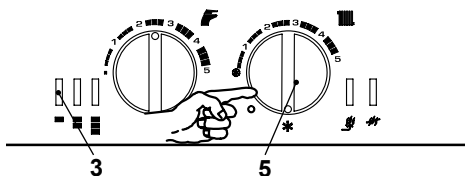

Figura 2.3
- Ruotate il selettore 5 come in Figura 2.3; la lampada di segnalazione 3 lampeggia ad intermittenza circa ogni 2 secondi